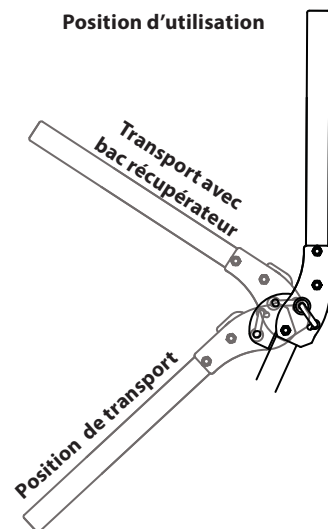

Figure 3-2
La figure 3-2 illustre les trois positions de la structure de protection anti-retournement qui sont décrites ci-dessous.
- Placez la structure de protection à la position désirée: la position de transport (a), la position de transport avec bac récupérateur (b) et celle d'utilisation (c). Voir Figure 3-2.